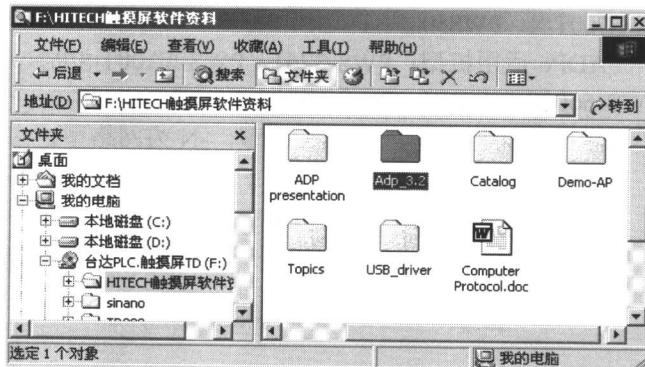

图 1.2.3 Adp\_3.2 编程软件
- ③ 在光盘里找到 ADP3 的软件，如图 1.2.3 中的“Adp\_3.2”。